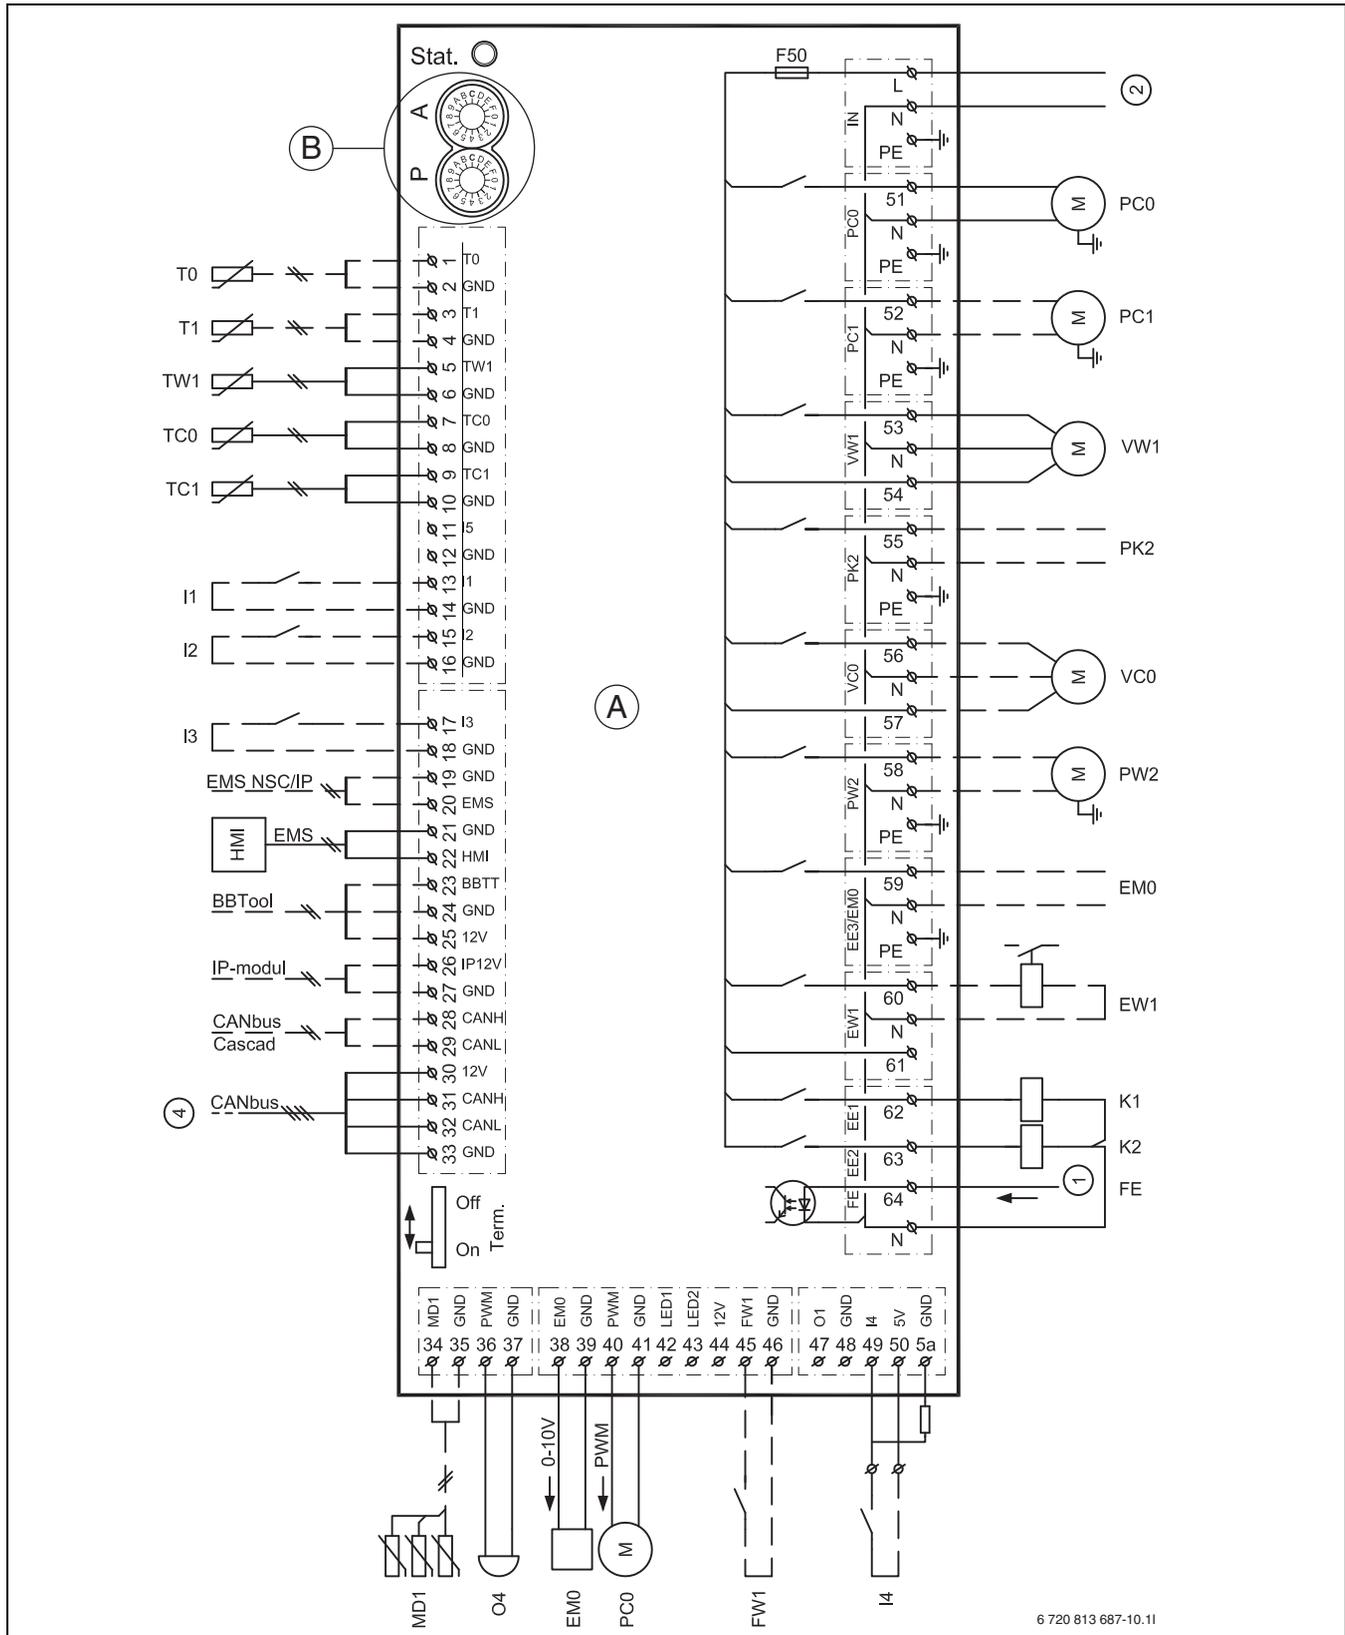

Рис. 29 Электросхема, монтажный модуль
- [1] Тревога реле контроля давления/электрического нагревателя ([1] рис. 29)
- [2] Рабочее напряжение 230 В~, монтажный модуль ([2] рис. 29)
- [4] CAN-BUS от монтажного модуля ([4] рис. 29)